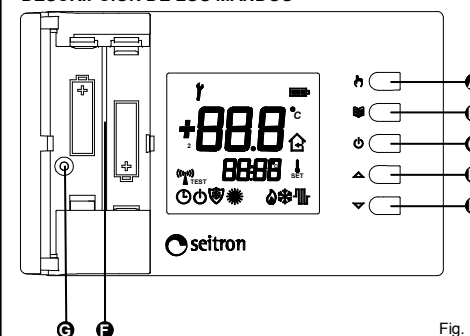

Fig. 1
1. Abrir la tapa que da acceso al compartimiento pilas (Fig. 1).